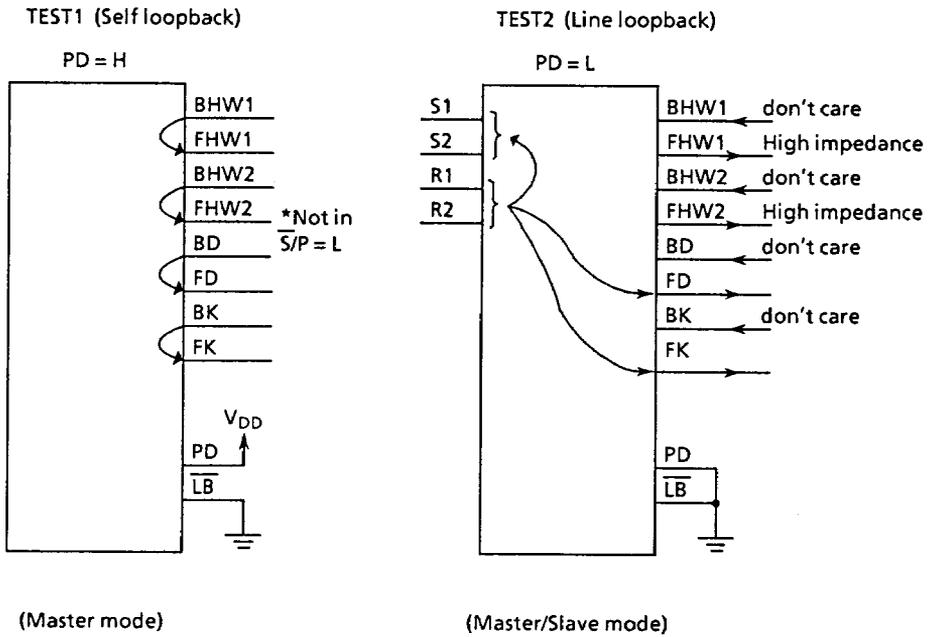

Fig. 9
- $\overline{\text{LB}}$ (pin 33) See Fig. 9.